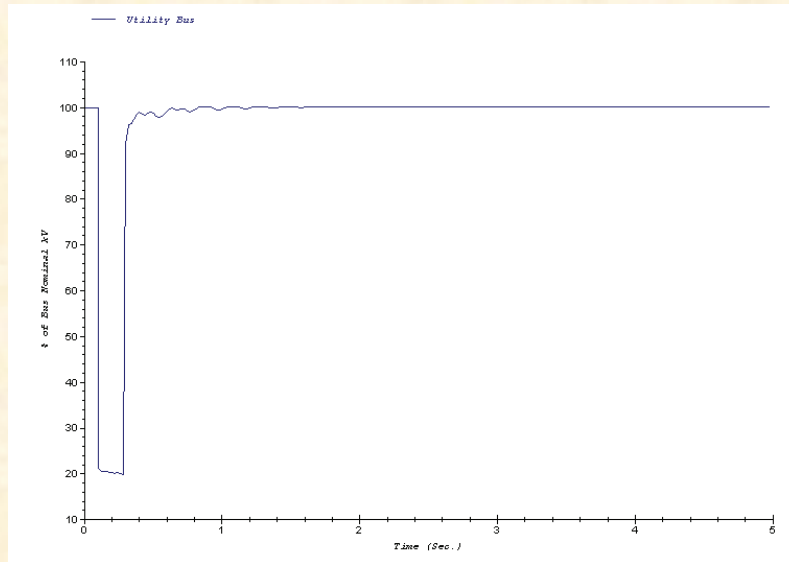

図 2
5. 過渡安定度解析プログラムを実行して、希望の電圧低下量（または残留電圧値）および電圧低下時間がモデリングできていることを確認して下さい (図 2 参照)。